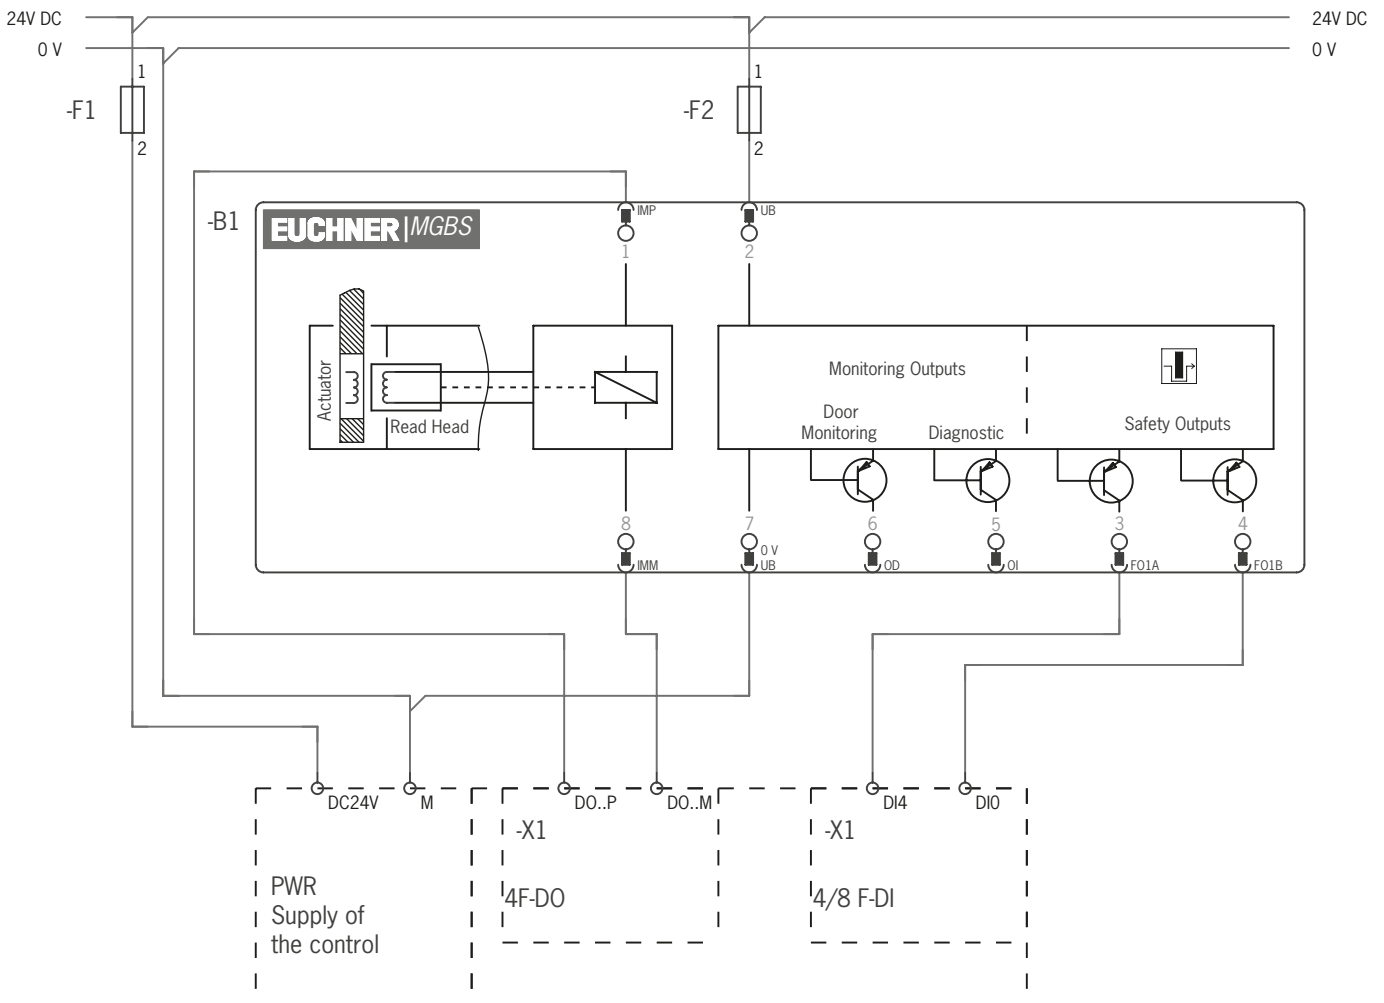

図 5: ET200 に対する接続に関する接続例
- ▶ 制御システムの安全出力を使ったソレノイドバルブのデュアルチャンネル制御の場合、以下のポイントを順守してください (図 5 (P 26) 参照):